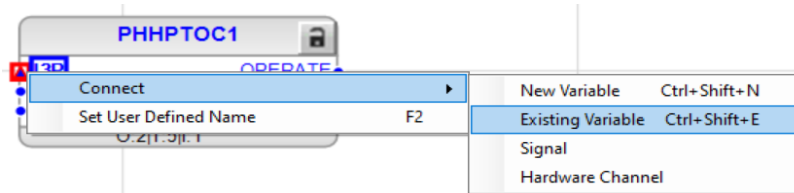

Imagen 220_Conexión de una variable existente a la entrada del bloque "PHHPTOC1".
4.1.12 En el bloque “PHHPTOC1”, damos clic derecho en la entrada del bloque de protección “I3P”, seleccionamos “Connect - Existing Variable” como se observa en la **Imagen 220**.